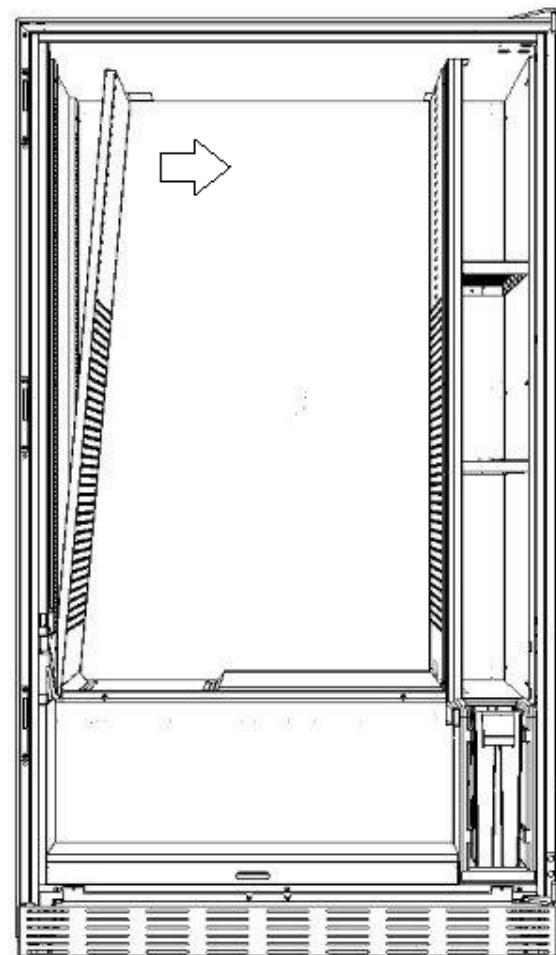

fig. 8
- agire sulla parte alta della sponda forata tirando verso l'interno macchina come in **fig.8**.